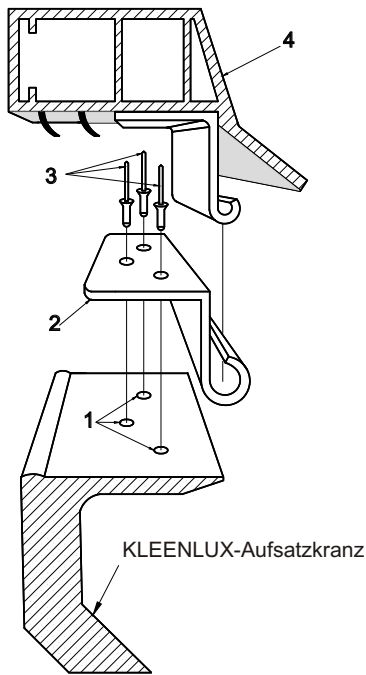
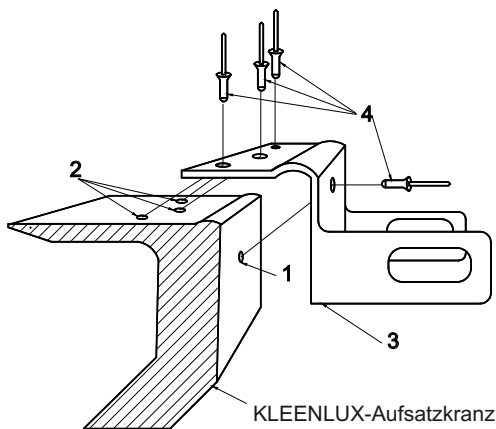

Abb. 2: Montage der unteren Scharnierteile.
Abb. 3: Montage der unteren Aufnahme­konsole.
- ⑥ Durchbohren Sie die angezeichneten Stellen mit \varnothing 5mm (Abb. 2, Pos. 1) und nieten die Scharnier­unterteile fest (Abb. 2, Pos. 2+3).
- ⑦ Hängen Sie den Lüfterrahmen bei einem Öffnungswinkel von ca. 130° in die unteren Scharnierteile ein (Abb. 2, Pos. 4) und schließen diesen.
- ⑧ Schieben Sie die untere Aufnahme­konsole zwischen Lüfterrahmen und Aufsatzkranz und vermitteln Sie diese unter der oberen Aufnahme­konsole (**HINWEIS:** Montieren Sie bei Tandemausführungen die zweite Aufnahme­konsole analog zur beschriebenen Vorgehensweise).
- ⑨ Öffnen Sie den Lüfterrahmen etwas, zeichnen die Bohrstellen am Aufsatzkranz an (Abb. 3, Pos. 1+2), legen die Konsole beiseite und hängen anschließend den Lüfterrahmen wieder aus.
- ⑩ Bohren Sie an den angezeichneten Stellen Löcher mit \varnothing 5mm (Abb. 3, Pos. 1+2) und nieten die untere Aufnahme­konsole fest (Abb. 3, Pos. 3+4). Hängen Sie anschließend den Lüfterrahmen wieder ein. Achten Sie hierbei unbedingt auf ein korrektes Ineinander greifen aller Scharniere!